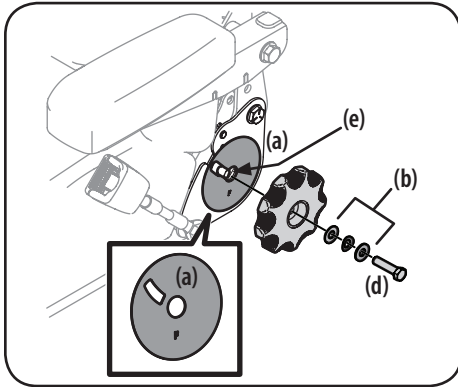

Figure 2-11
7. Retirez le dispositif de réglage du siège du sac et installez-le comme illustré sur la Figure 2-11.
NOTE : Vérifiez que la plaque de support (a) est bien placée, puis installez les rondelles (b). Voir Figure 2-11. La rondelle plus épaisse doit être placée à l'extérieur.